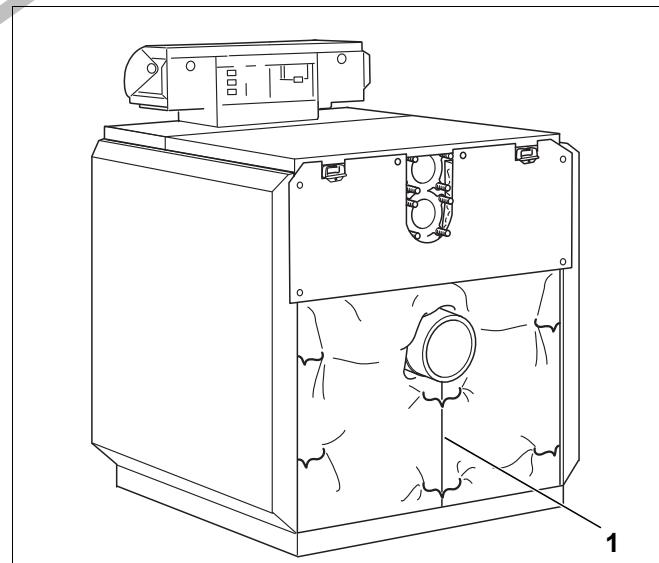

Рис. 55 Укладка теплоизоляции задней секции
- ▶ Отогните вниз теплоизоляцию задней стенки и скрепите её пружинной стяжкой под патрубком дымовых газов рис. 55, [1].